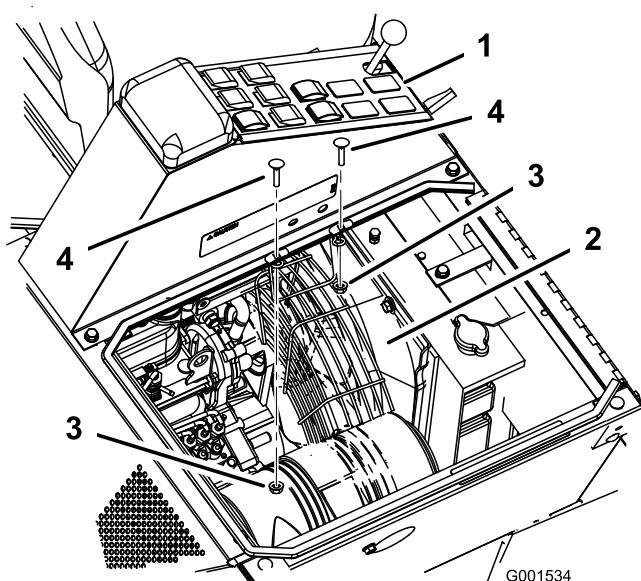

Figura 1
2. Retire os dois parafusos e porcas da consola central (Figura 1).
3. Coloque a protecção sob a consola central e por cima da ventoinha (Figura 1).
4. Instale a protecção da ventoinha na consola central com quatro parafusos de carroçaria (5/16 x 3/4 polegada) e quatro porcas flangeadas (5/16 polegada) (Figura 1).